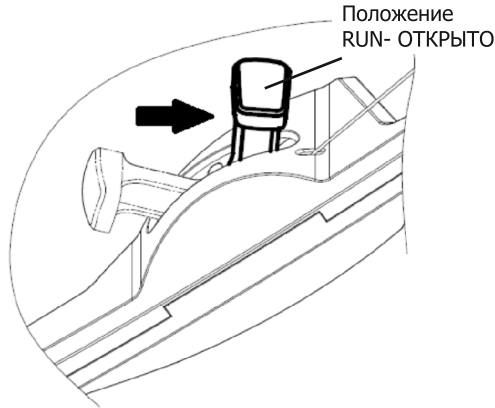

Рис. 22
- После запуска двигателя немедленно переведите рычаг воздушной заслонки в положение «RUN» – открыто (рис. 22) (При низких температурах, прежде, чем переводить заслонку в открытое положение дайте прогреться двигателю несколько минут)